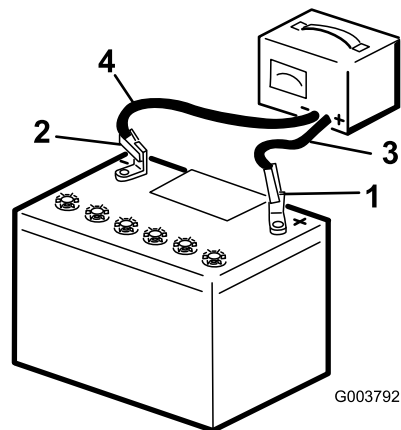

Figura 66
3. Collegate il cavo di ricarica positivo al polo positivo della batteria (Figura 66).
4. Collegate il cavo di ricarica negativo al polo negativo della batteria (Figura 66).
6. Quando la batteria è completamente carica, staccate il caricabatterie dalla presa elettrica e scollegate i cavi di ricarica dai poli della batteria (Figura 66).